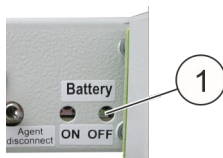

Abb. 16: Akku-Taster
- Vor dem Transport des kompletten Systems die Akkus abschalten: Akku-Taster "Battery OFF" (Abb. 16/1) betätigen.